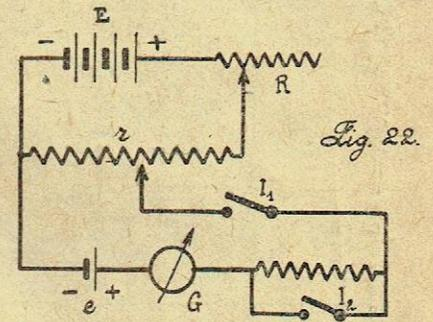

Fig. 22.
d) MÉTHODE DE POGGENDORF MODIFIÉE. DISPOSITIF POTENTIOMÉTRIQUE DE BOUTY. — La résistance  $r$  est constituée par un potentiomètre, de façon à garder la même intensité  $i$  dans les deux expériences (fig. 22). Les ex-